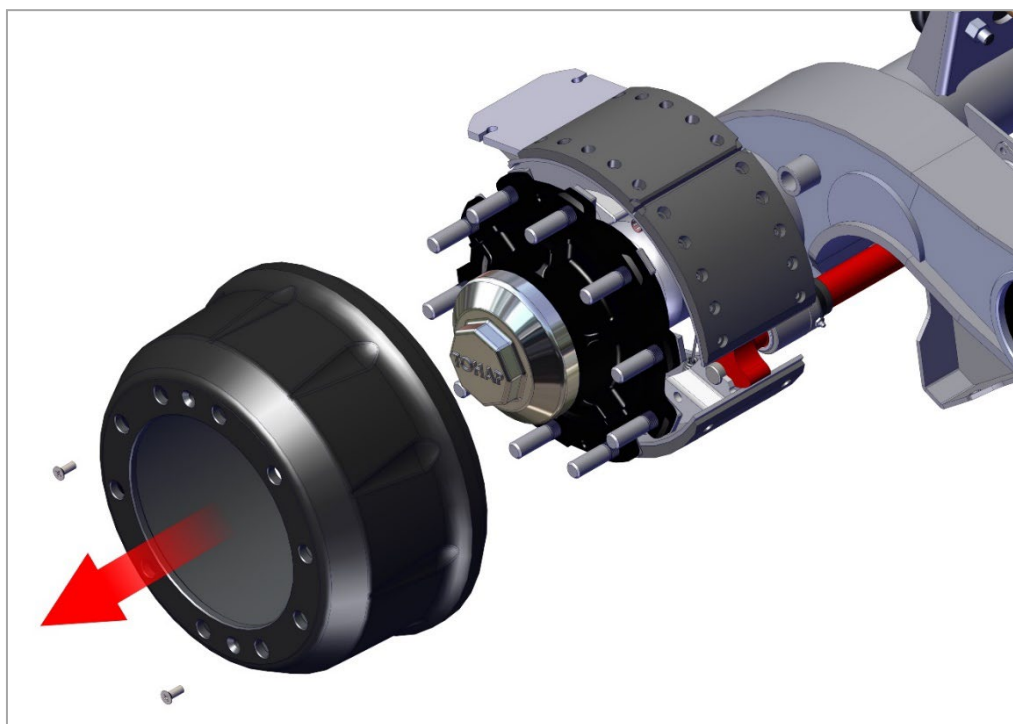

Рис. 26. Снятие барабана.
2) Снимите барабан, как показано на рис. 26.